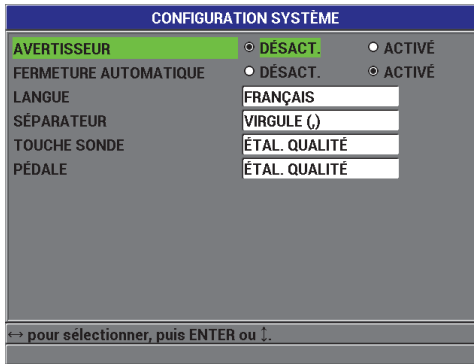

Figure 6-2 Écran CONFIGURATION SYSTÈME
1. À partir de l'écran de mesure, appuyez sur la touche **[SET UP]**, et puis sélectionnez **SYSTÈME** pour afficher l'écran **CONFIGURATION SYSTEM** (voir la Figure 6-2 à la page 119).